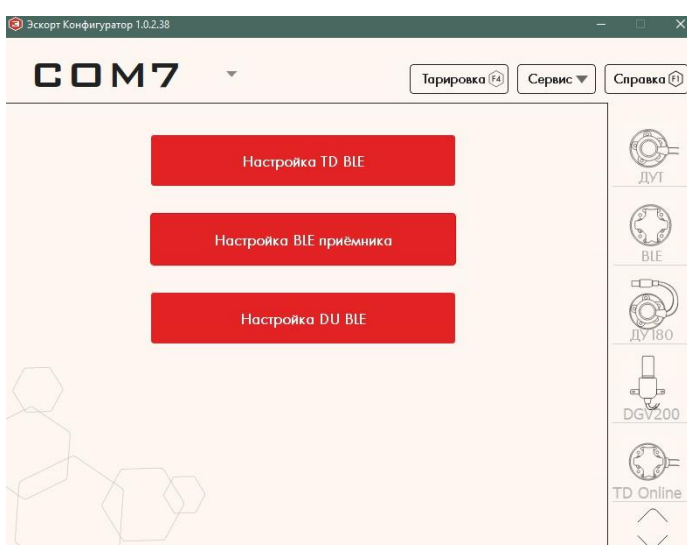
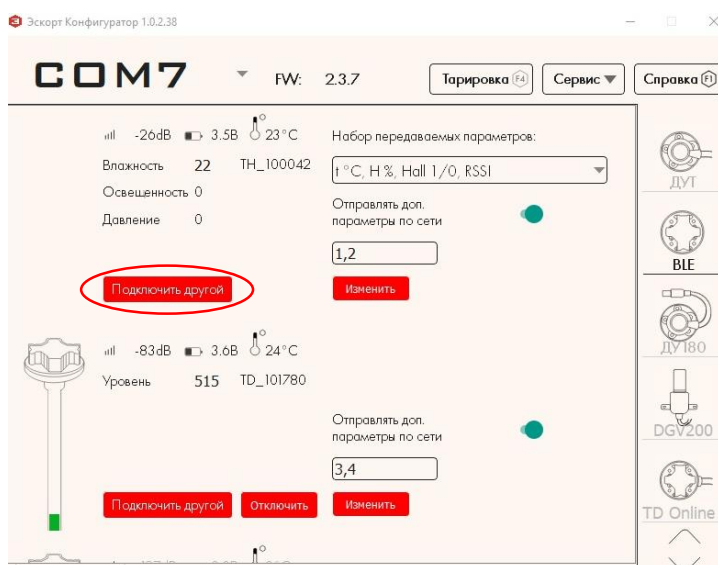
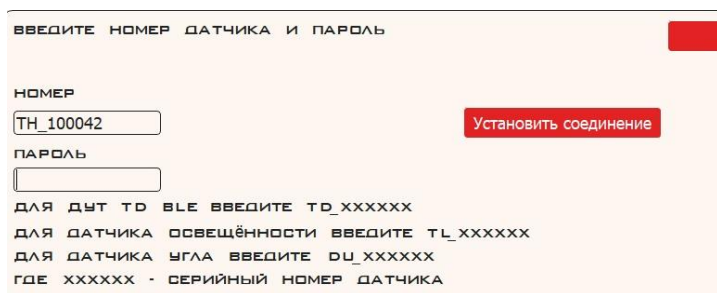

Рисунок 23 – Выбор режима настройки
Рисунок 24 –Окно отображения подключенных ранее устройств
Рисунок 25 – Окно подключения нового устройства
2.4.4 В появившемся окне нажмите **«Настройка BLE приемника»** (рисунок 23), высвечиваются последние подключенные к BLE-Base устройства (рисунок 24), для подключения нового устройства необходимо нажать кнопку **«Подключить другой»**, появится окно подключения нового устройства, ввести номер датчика к которому необходимо подключиться, нажать **«Установить Соединение»** (рисунок 25).